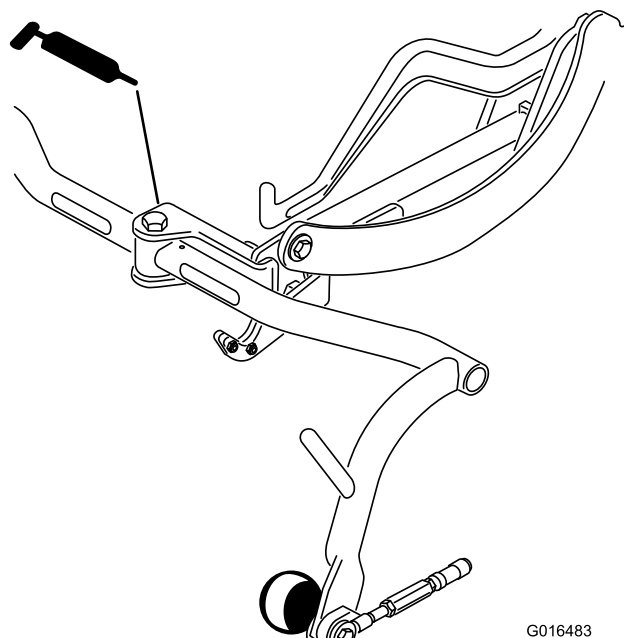

Figura 37
- Articulação da estrutura de suporte (3) Figura 37